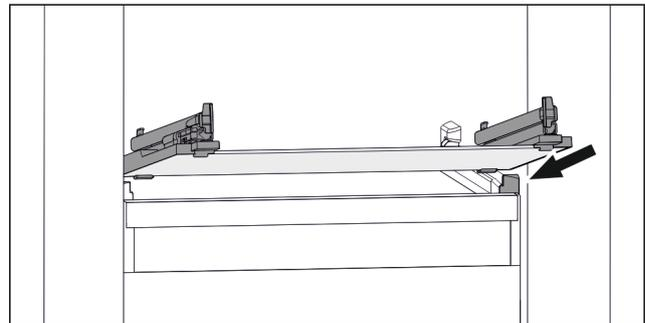

Fig. 103 Beispielhafte Darstellung der Glasplatte
- ▶ Glasplatte schräg hinter den Stoppnern aufsetzen. (siehe Fig. 103)